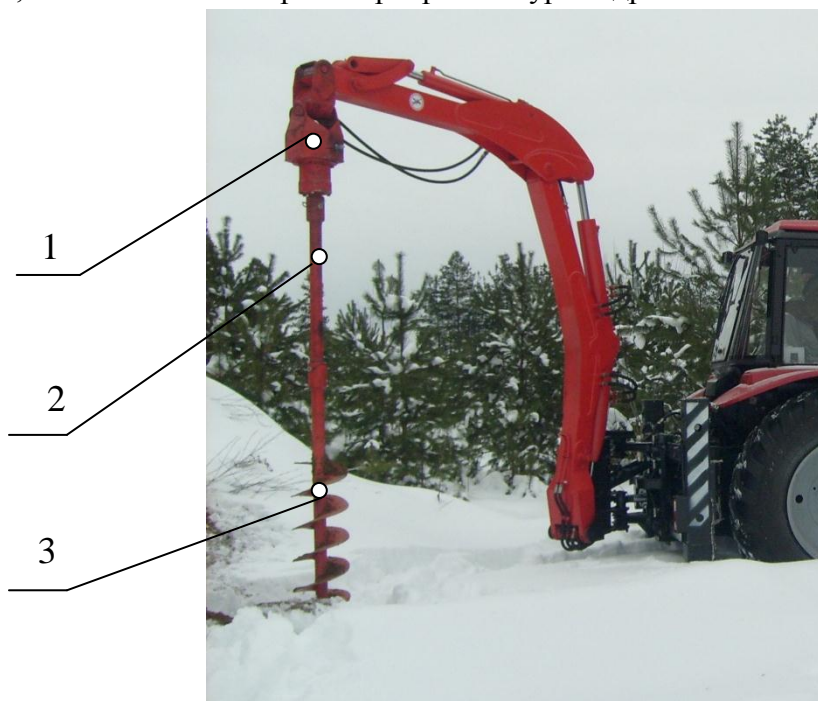

Рисунок 1. Общий вид и основные узлы Бура гидравлического Э-01-060 с установкой на ЭБП-11
- Узел привода вращения бура (поз. 1 рис. 1), в который входит Крестовина, при помощи которой он навешивается на Рукоять экскаватора, и Подвеска, в которую устанавливается Гидромотор и Шпиндельный узел привода вращения Бура;
- Удлинитель (поз. 2 рис. 1), который предназначен для увеличения глубины бурения;
- Бур (поз. 3 рис. 1), который является рабочим инструментом и может изготавливаться различных исполнений, в зависимости от диаметра.
- в сливной рукав (от гидрораспределителя в бак) врезается Тройник 3-01-60.06 (см. рис. 1);